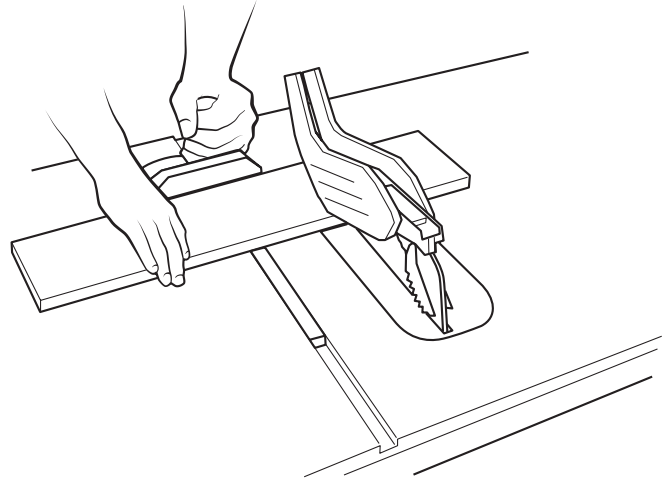

FIGURE 25
Les coupes transversales en biseau sont pareilles aux coupes transversales sauf que l'angle de biseau (A) est réglé à un angle autre que 0° . Lors d'une coupe transversale en biseau, placez le guide d'onglet dans la fente d'onglet à droite de sorte que la lame soit inclinée de l'autre côté de la jauge et des mains (Figure 25).